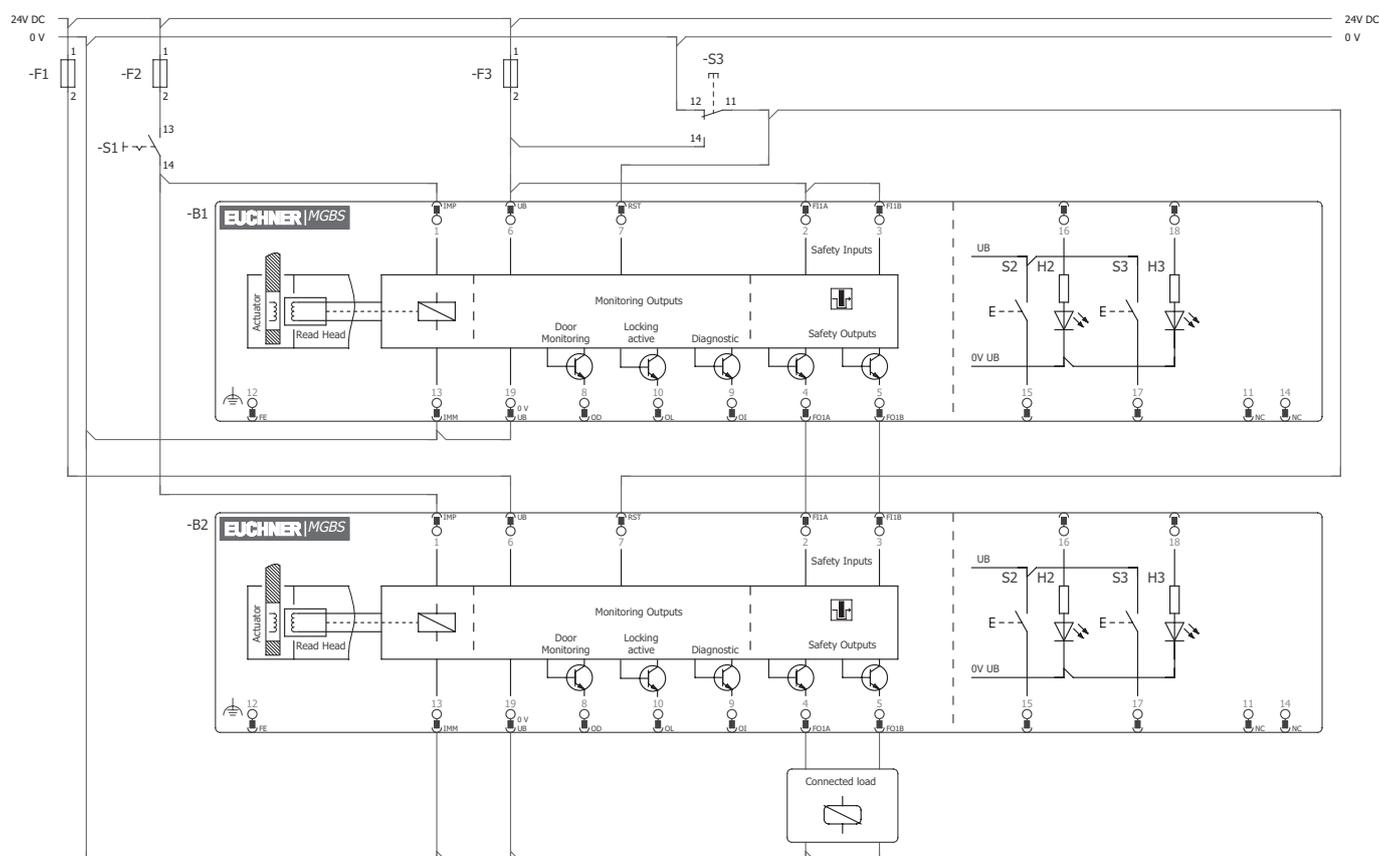

Bild 6: Anschlussbeispiel für eine Schalterkette; Ausführung mit Steckverbinder M23
- Es muss ein gemeinsames Signal für alle Zuhaltemodule in der Kette verwendet werden. Dies kann ein Wechselschalter sein, es kann aber auch der Ausgang einer Steuerung verwendet werden. Ein Taster ist nicht geeignet, da der Reset im Betrieb immer auf GND liegen muss (siehe Schalter S3 in *Bild 6 auf Seite 29*).
Damit dies möglich ist, muss der Eingang RST wie in *Bild 6 auf Seite 29* beschaltet sein.